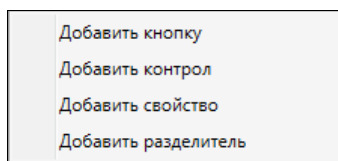

Рис. 12.20. Контекстное меню области строки состояния
- ◆ В области дерева строки состояния правой кнопкой мыши вызвать контекстное меню (рис. 12.20).